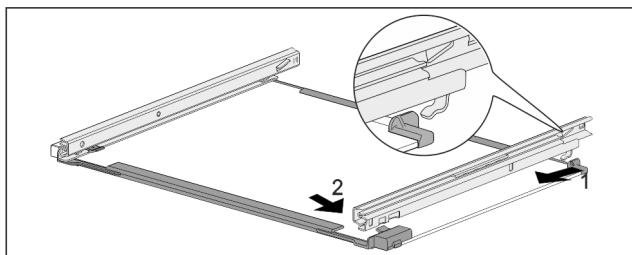

Fig. 106 带轨道的玻璃隔板
- ▶ 轨道后部钩入。 Fig. 106 (1)
- ▶ 轨道前部卡紧。 Fig. 106 (2)